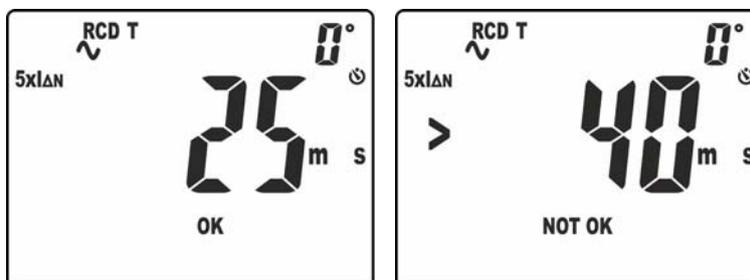

Fig. 36: Tempo de disparo no modo manual a $5xI_{\Delta n}$
10. O resultado da medição correto é apresentado no display (ver Fig. 36 – parte esquerda) com indicação “OK”
11. O resultado da medição incorreto (**tempo de disparo > 40ms**) é apresentado no display (ver Fig. 36 – parte direita) com indicação “NÃO OK”. Um curto som contínuo é emitido pelo instrumento
10. O resultado da medição correto é apresentado no display (ver Fig. 36 – parte esquerda) com indicação “OK”. Notar a presença do tempo de disparo na parte superior direita do display
11. O resultado da medição incorreto é apresentado no display (ver Fig. 36 – parte direita) com indicação “NÃO OK” (**corrente de disparo > 33mA**). Um curto som contínuo é emitido pelo instrumento